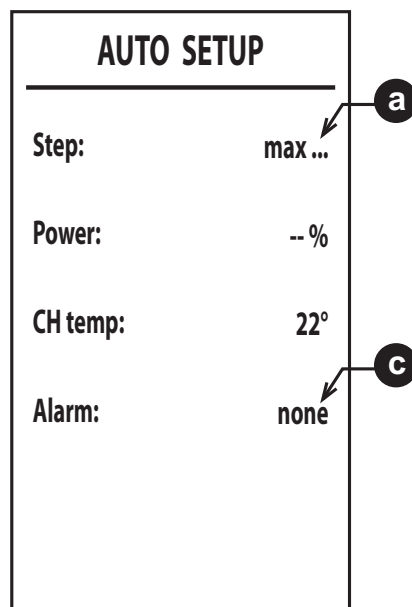

рис. 38
6. После розжига горелка переключается на нагрев с различной мощностью (макс., ср., мин.), как описано в пункте **а** (рис. 38).
8. Если последовательность розжига, описанная в пункте «6», не удалась, появится сообщение **max_err** в пункте **а** и код ошибки в пункте **с** (рис. 38).